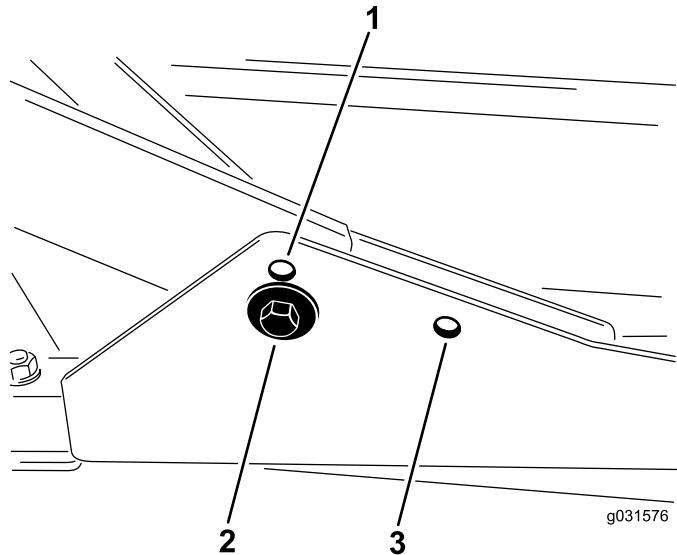

Bild 17
1. Befestigen Sie die vorderen Trägerrahmen für Schnithöhen von 2 cm bis 7,6 cm in den unteren vorderen Befestigungslöchern (Bild 17).
2. Befestigen Sie die vorderen Trägerrahmen für Schnitthöhen von 6,3 cm bis 10 cm in den oberen vorderen Befestigungslöchern (Bild 17).
Befestigen Sie das Heckschneideeinheit für alle Schnitthöhen in den hinteren Befestigungslöchern (Bild 17).